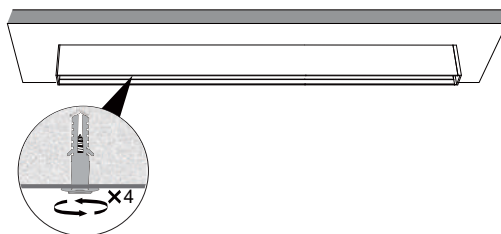

Figure 9
4. Fixez le rail au plafond avec des vis (Figure 9).